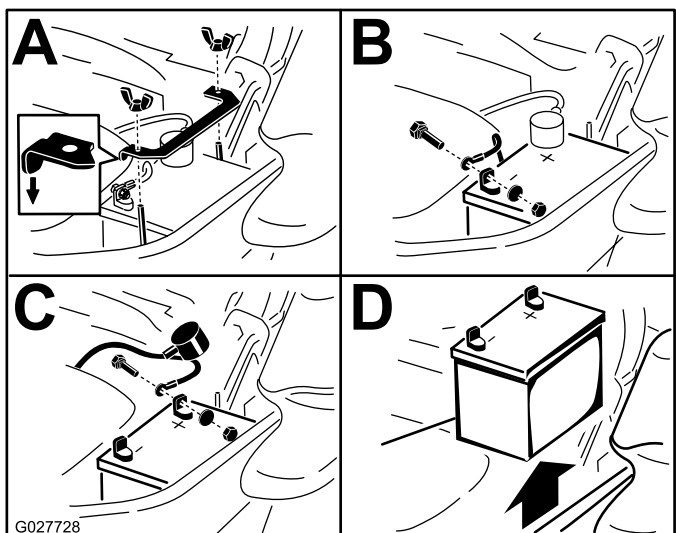

Figura 66
3. Rimuovete la batteria come illustrato nella Figura 66.